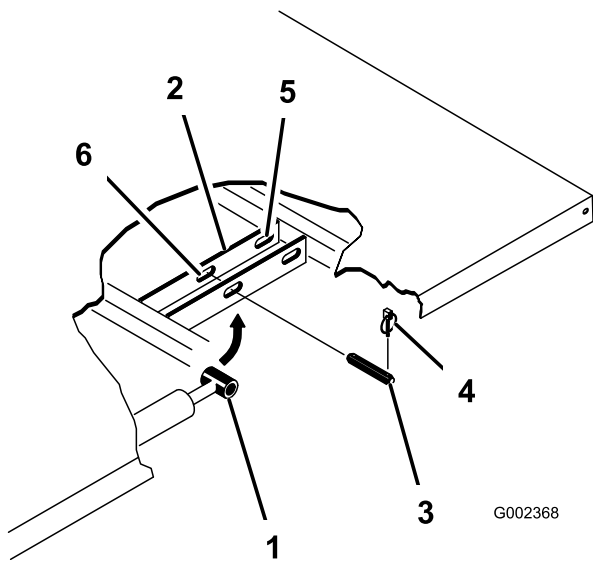

図 23
3. シリンダの外側端部からリンチピンを外す (図 23)。
- シリンダロッドの端部を荷台取り付けプレートのスロットに固定しているクレビスピンを内側に押し込んで外す(図 23)。
- ピボットブラケットをフレームに固定しているリンチピンとクレビスピンを外す(図 23)。